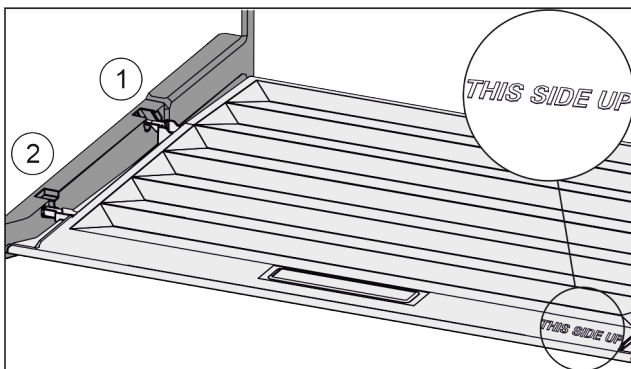

Fig. 132
- ▶ Deckelstege über Öffnung der hinteren Halterung Fig. 132 (1) einführen und vorne in Halterung Fig. 132 (2) einrasten.